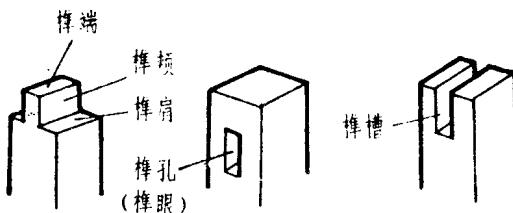

图 1
(1) 明螺钉结合 木螺钉顶端显露于表面,影响制品美观,一般用于木制品内部的零部件连接及五金配件的装配。
(2) 暗螺钉结合 木螺钉顶端隐蔽在零部件内部,制品表面较美观,但强度较差,可与胶料配合使用。
4. 榫结合 将一根方材上的榫舌插入另一根方材上的榫孔中,从而将两根方材连成一体。榫结合在框架结构的木制品中应用甚广,结合时,一般都要施加胶料(见图 1)。